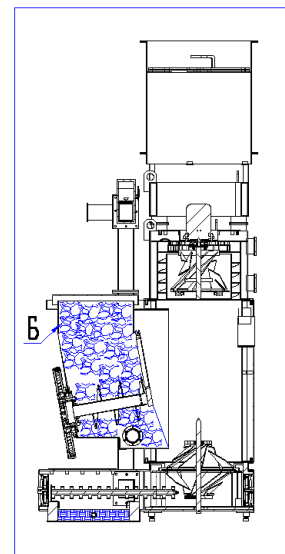

Рис.6
2. **Открыть крышку гидрозатвора, загрузить пакеты с биоотходами в воронку «Б» и закрыть крышку гидрозатвора.** (рис.6)